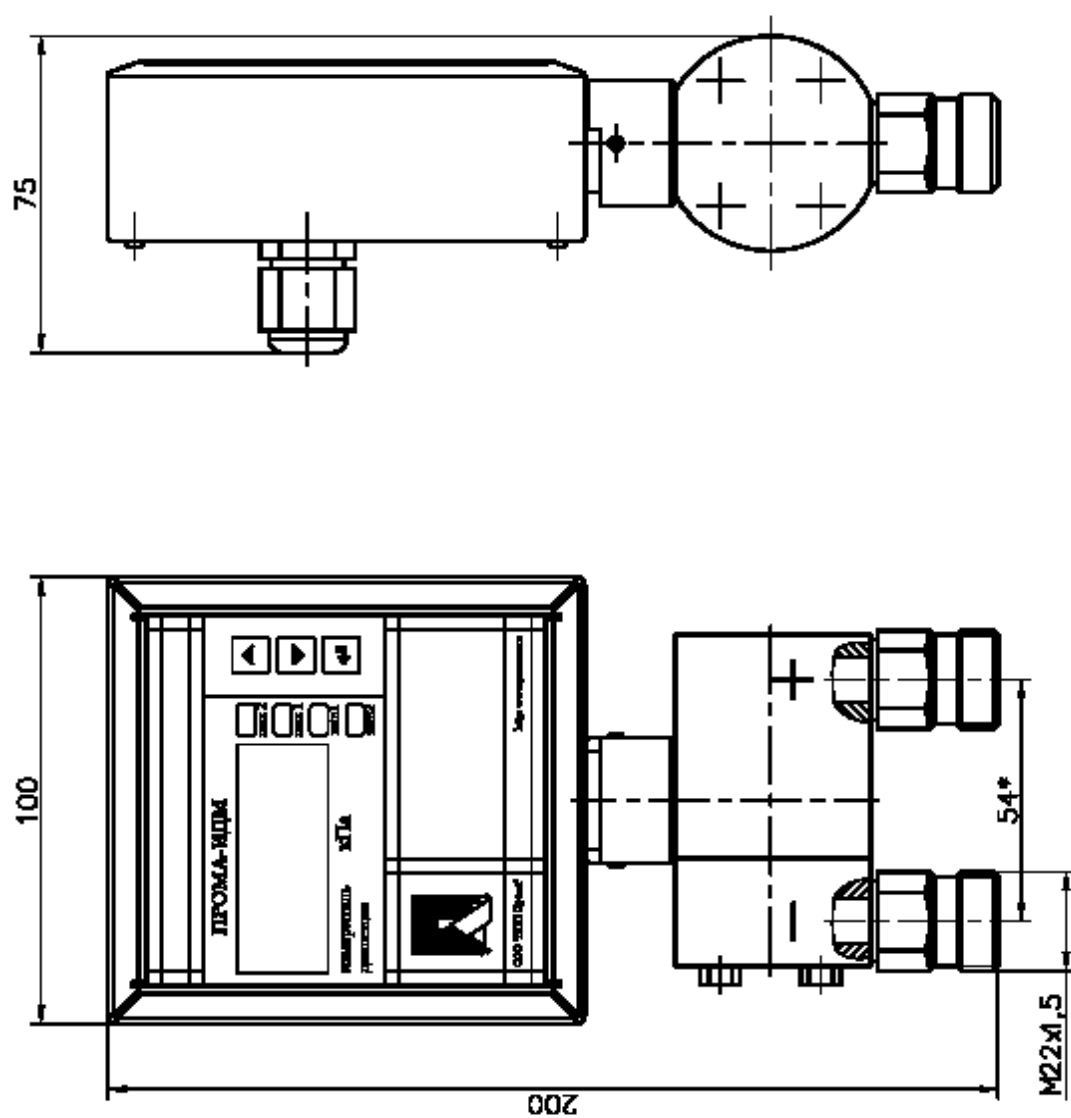

Рис. 3.3. Измеритель Прома-ИДМ-ДД-Р (газ, жидкость). Исполнение для штучерно-резьбового монтажа. Габаритный чертеж.
- Рис. 3.3. Измеритель Прома-ИДМ(Р)-ДД (газ, жидкость). Исполнение для штуцерно-резьбового монтажа. Габаритный чертеж.